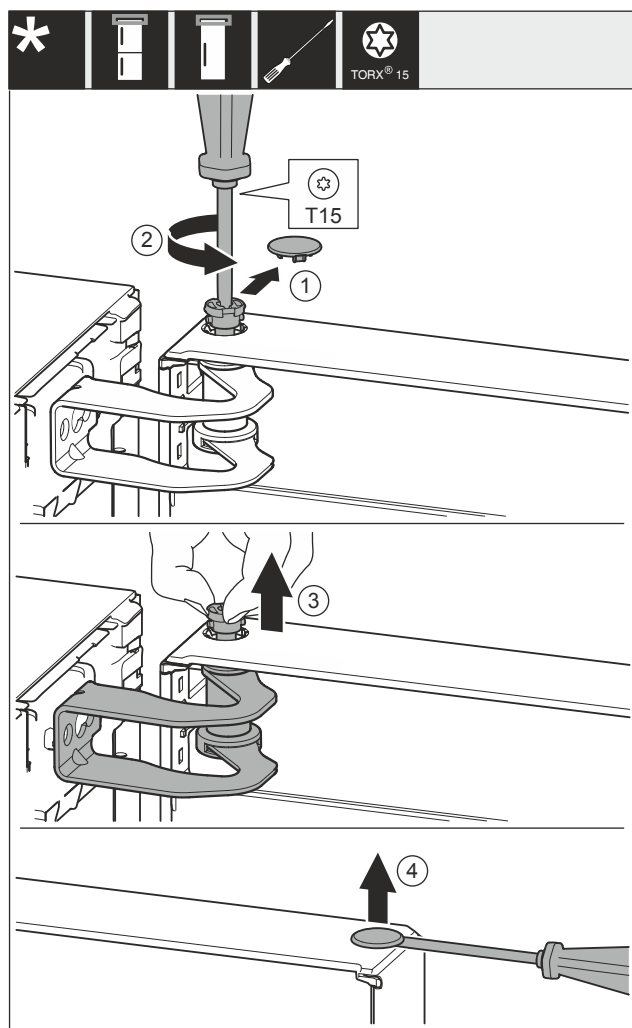

Fig. 15
- Retirer le couvercle Fig. 15 (1) avec prudence.
- Dévisser légèrement l'axe Fig. 15 (2) avec un tournevis.
- Retirer l'axe Fig. 15 (3) avec les doigts.
- Soulever et retirer le couvercle Fig. 15 (4) au moyen d'un tournevis, avec prudence.